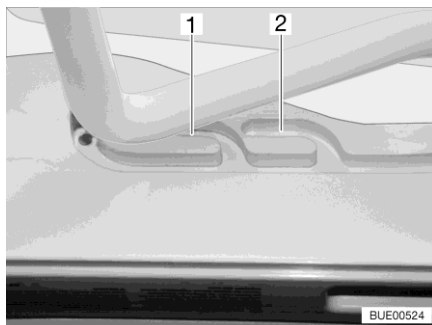
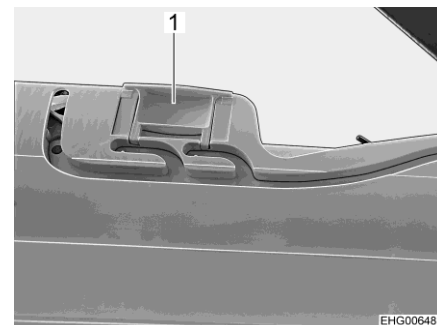

Bild 24 Spår (ventilationsläge)
Bild 25 Lås (ventilationsläge)
Heki-takluckan kan ställas i två ventilationslägen: Läget för dåligt väder (Bild 24,1) och mittläget (Bild 24,2). Beroende på modell kan takluckan låsas i mittläget med de båda spärrarna (Bild 25,1) till höger och vänster om ramen till takluckan.
- Tryck bygel lätt uppåt och skjut in den i det valda spåret (Bild 24,1 eller 2) och lås eventuellt.